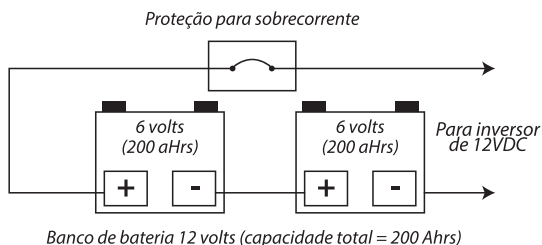

Figura 6:
1. Associação em série: Ligar as baterias em série aumenta a tensão total de saída do conjunto. Uma conexão em série combina cada bateria em uma linha até a tensão em CC atingir o necessário para funcionar o inversor. Mesmo que sejam múltiplas baterias, a capacidade permanece a mesma. No exemplo abaixo (Figura 6), 2 baterias de 6V em CC com 200Ah são combinadas em série, resultando em 12V em CC e 200Ah.